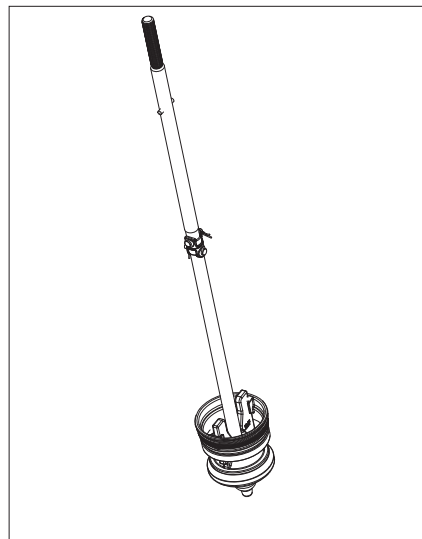

Fig. 7H
8. Retire la herramienta y póngala a un lado. Levante y retire el vástago de vástago superior / vástago de vástago inferior y el conjunto de la válvula principal del barril inferior (F49). (Ver Fig. 7H)